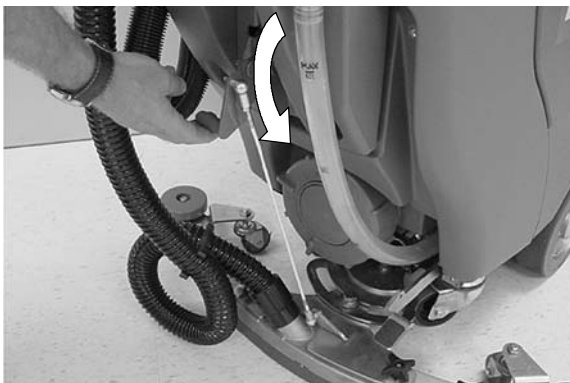

FIG. 18
- Abaissez le racloir sur le sol en abaissant le levier de soulèvement du racloir (Figure 18). Le moteur d'extraction démarre automatiquement.